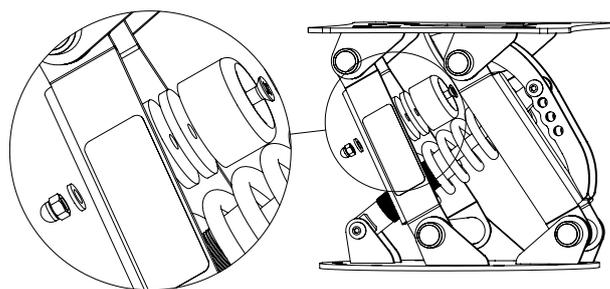

Рис. 4.
5. Установите отбойник (поз.3) и проставочные шайбы (поз. 4) согласно выбранной нагрузке с помощью винта (поз. 5,6,7) , гайки и шайбы (поз.8,9). Как показано на (рис.4).